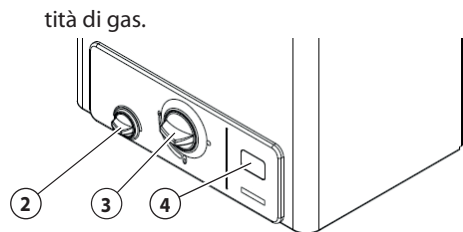

Figura 5.10
- 6 Ruotare il pulsante di regolazione della temperatura (2) fino al finecorsa in senso orario e il pulsante di regolazione della quantità di gas (3) fino al finecorsa in senso antiorario (Figura 5.10), per regolare la minore quantità d'acqua e la massima quan-
- 2 Ruotare il pulsante di regolazione della temperatura (2) fino al finecorsa in senso orario e il pulsante di regolazione della quantità di gas (3) fino al finecorsa in senso antiorario (Figura 5.10), per regolare la minore quantità d'acqua e la massima quantità di gas.
- 4 Ruotare il pulsante di regolazione della temperatura (2) (Figura 5.10) fino al finecorsa in senso orario, per ridurre la quantità d'acqua e impostare la massima temperatura dell'acqua.
- 5 Ruotare il pulsante di regolazione della quantità di gas (3) (Figura 5.10) fino al finecorsa in senso antiorario, per impostare la potenza massima del prodotto.